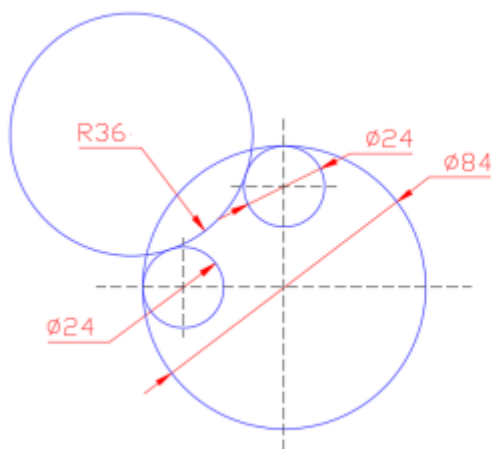
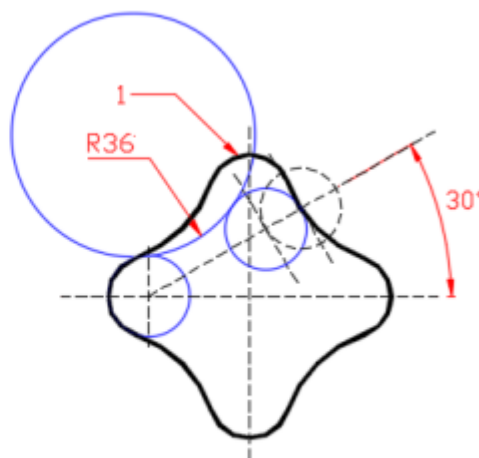
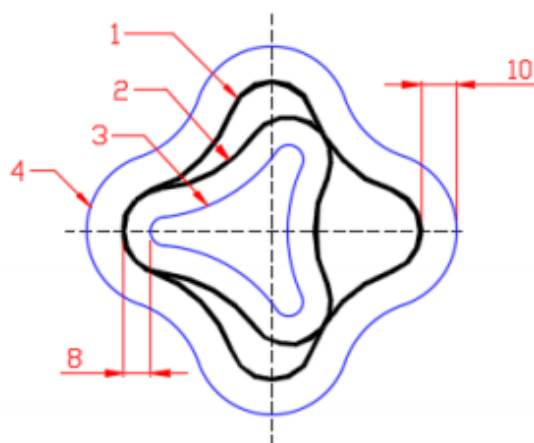
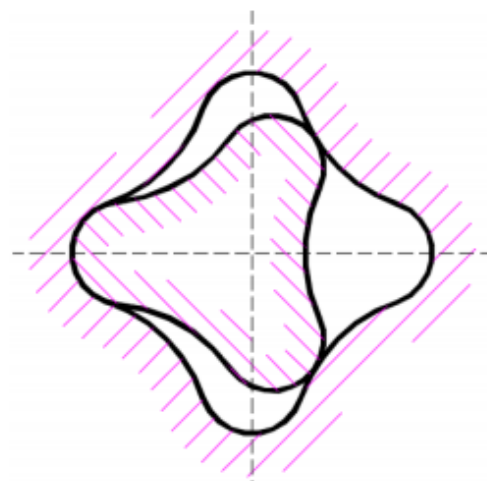

Рис. 2.
Рис. 3.
Рис. 4.
Рис. 5.
14. Самостоятельно выполните построения согласно чертежам на рис.2, рис.3, рис.4 и рис.5.
14.1. Вспомогательные построения, показанные на рис.2 и рис.3 используются для построения сопряжения двух окружностей дугой заданного радиуса.
Используйте вспомогательные построения на рис.2 для построения фигуры 1 (см. рис.3,4), а на рис.3 для построения фигуры 2 (см. рис.4).
14.2. Фигура 1 на рис.4 получена при помощи команды ПОЛИЛИНИЯ.
14.3. Для построения фигур 3, 4, показанных на рис.4 пользуйтесь командой СМЕЩЕНИЕ .
14.4. Штриховку на рис.5 нанесёте после знакомства с практической работой №5, в которой подробно описан процесс нанесения штриховок.